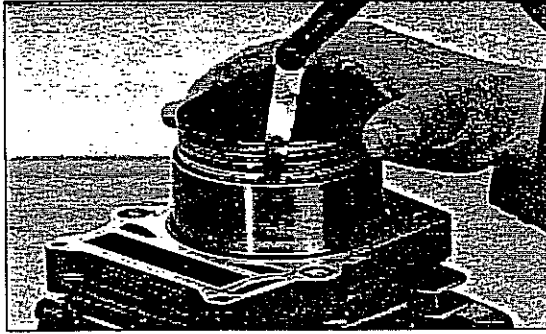

Bild 158
-  Am Kolbenhemd 5 mm über der Unterkante, im rechten Winkel zur Bolzenachse, Auswendurchmesser des Kolbens messen (Sollmass: Standard 94,915–94,965 mm / 1. Übergrosse: 95,5 mm / 2. Übergrosse: 96,0 mm), das errechnete Spiel des Kolbens im Zylinder soll 0,045–0,065 mm betragen. Verschleissgrenze: 0,1 mm. Bild 158 zeigt grobe Werkstattmessmethode zur Ermittlung des Spiels.